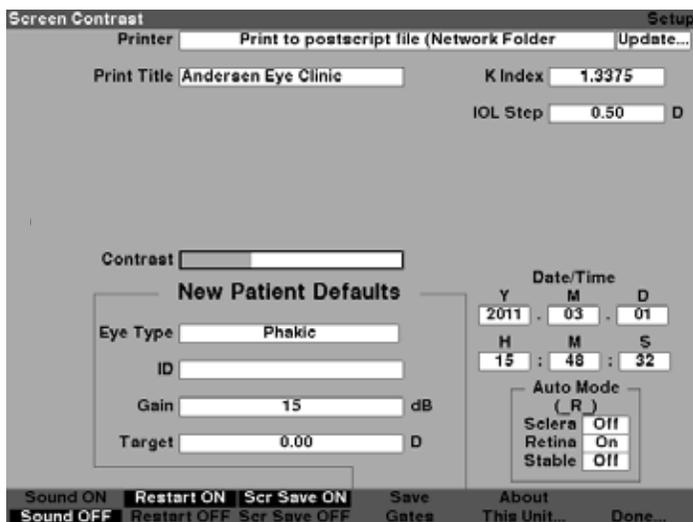

Figura 5-41 Contraste ajustado
- Pressione o botão giratório ou o botão \checkmark para salvar o Contraste alterado e desativar o campo conforme mostrado na Figura 5-41.